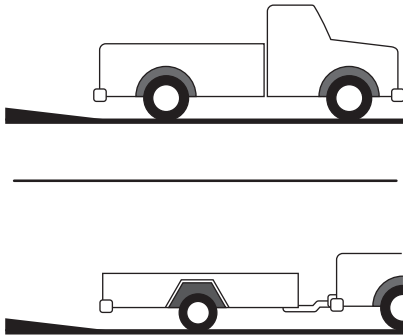

Figura 3-10
3. Oriente la caja del camión o el remolque hacia una inclinación leve, que reducirá la pendiente del ángulo de carga al llevar la base de las rampas hacia arriba sobre la inclinación leve. Consulte las Figura 3-10.